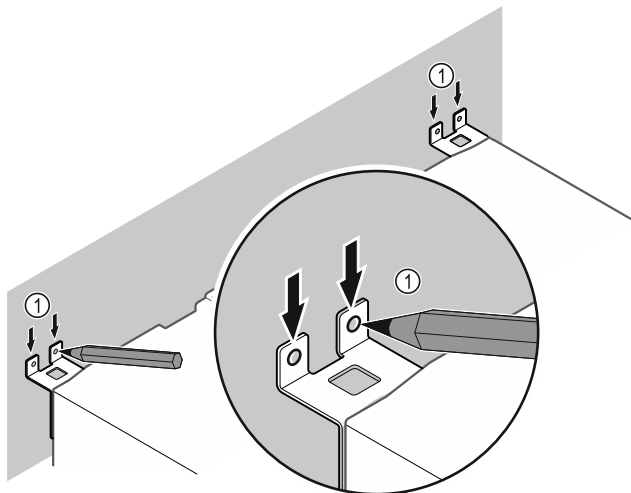

Fig. 11
- ▶ Markeringen op de wand aanbrengen Fig. 11 (1).